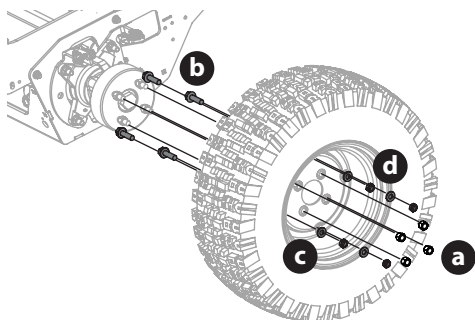

Fig. 53
- Retirez les quatre écrous de roue (a) pour enlever la roue intérieure (Fig. 53).
- Si vous remplacez le pneu intérieur, retirez les quatre vis hexagonales (b), les rondelles (c) et les contre-écrous (d) qui maintiennent les vis de montage en place pour l'adaptateur de roue double (Fig. 53).